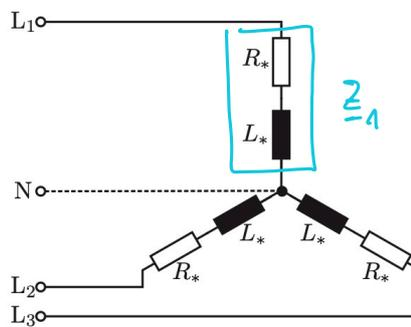

Abbildung 2: Elektrischer Motor als Sternschaltung (ohne Blindleistungskompensationsnetzwerk)
Bestimmen Sie für das Widerstandsnetzwerk in Abbildung 2 die für die Ersatzquellen (Thévenin und Norton) erforderlichen Kenngrößen **Leerlaufspannung  $\hat{u}_{LL}$** , **Kurzschlussstrom  $\hat{i}_{KS}$**  und **Innenimpedanz  $Z$**  bezüglich den Klemmen A und B. Gehen Sie bei  $\hat{u}_0$  von einer sinusförmigen Wechselspannung mit Kreisfrequenz  $\omega$  aus.
Abbildung 2: Gesucht sind die für die Thévenin- und Nortonersatzschaltung erforderlichen Kenngrößen Leerlaufspannung  $\hat{u}_{LL}$ , Kurzschlussstrom  $\hat{i}_{KS}$  und Innenimpedanz  $Z$  bezüglich den Klemmen A und B.
- g.) Die RL Serienschaltungen sollen nun, wie in Abbildung 2 gezeigt, in einer Sternschaltung angeordnet werden. Geben Sie die entsprechenden Werte für den Widerstand  $R_*$  und die Induktivität  $L_*$  der Sternschaltung an, so dass sich die von der Last aufgenommene Leistung, welche in Teilaufgabe e.) berechnet wurde, nicht verändert.